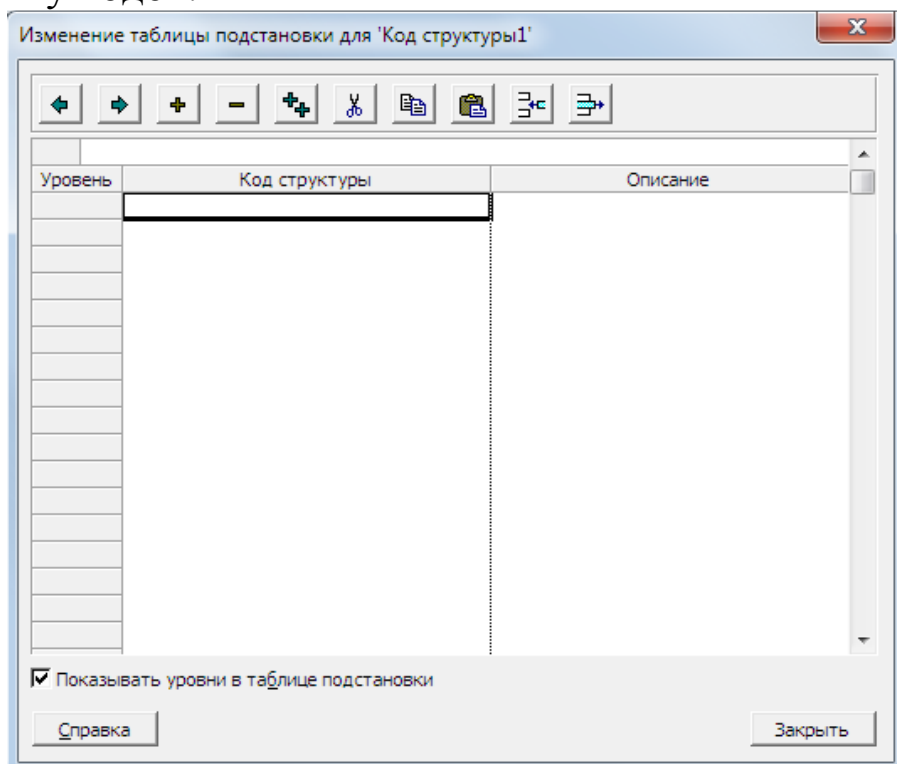

Рис. 21 – Окно **Изменение таблицы подстановки**
55. Войти в окно **Изменение таблицы подстановки** настраиваемого кода, где можно редактировать два поля (рис. 21):